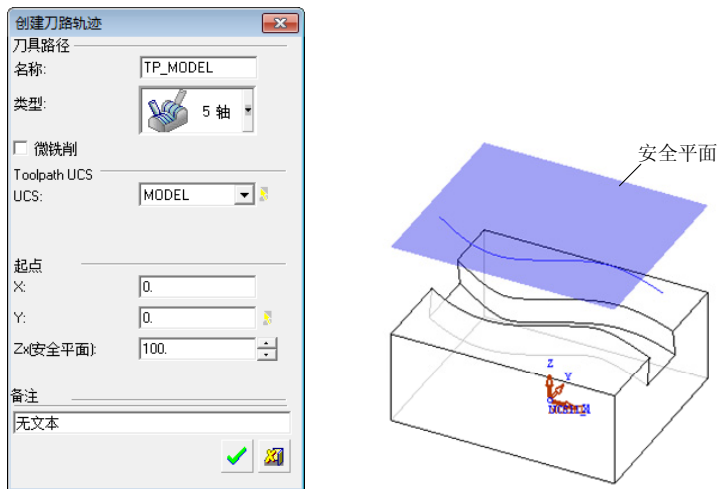

图 2-310 “创建刀路轨迹”对话框
4) 创建刀路轨迹。单击“加工向导”工具栏上的“刀路轨迹”按钮 ，弹出“创建刀路轨迹”对话框，设置刀具路径类型为“5 轴”，安全平面 Z 为“100”，如图 2-310 所示。单击确定按钮 ，完成刀路轨迹的创建。